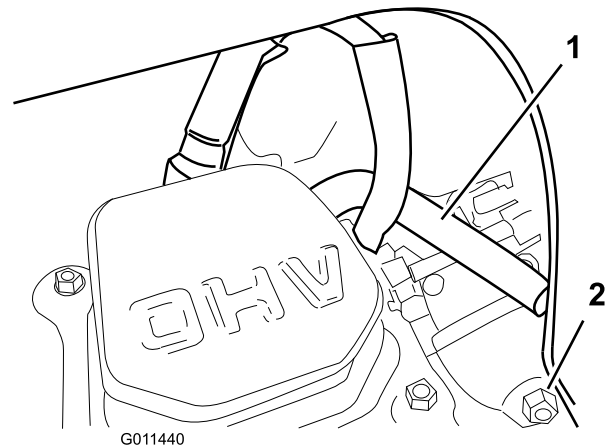

Figura 33
Nota: Asegúrese de que el tubo del respiradero pasa por encima del cable de la bujía, según se muestra en Figura 33.
6. Drene el combustible del carburador a través del perno de vaciado del carburador (Figura 33) en un recipiente de gasolina homologado.